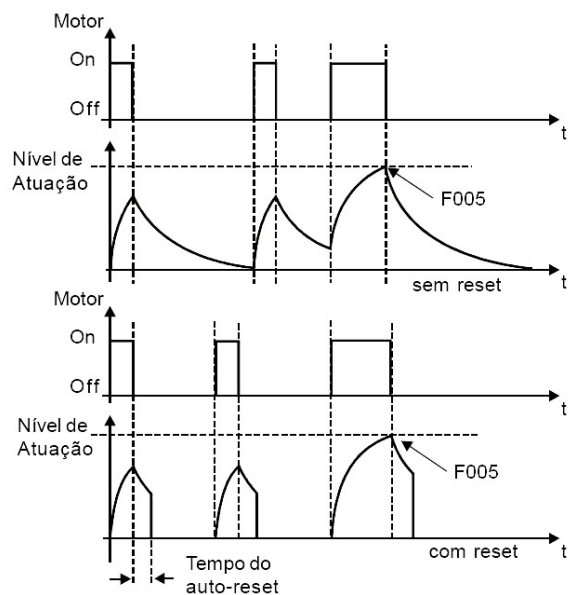

Figura 15.11: Reset da imagem térmica do motor
■ P0847 define um tempo para reset da imagem térmica do motor. Pode ser utilizado para zerar a imagem térmica depois de um tempo com o motor desacionado, conforme mostrado na Figura 15.11.